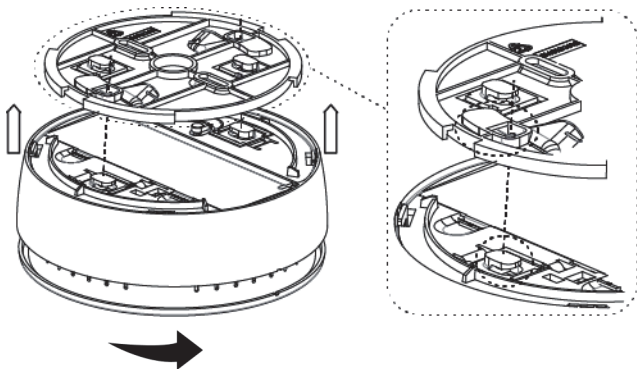

Figure 5
6. Pour fixer la sirène au support de montage, alignez la base sur le support, insérez complètement les crochets de la base dans les cavités du support, puis faites pivoter la sirène dans le sens de la flèche pour la fixer (*reportez-vous à la Figure 5*).